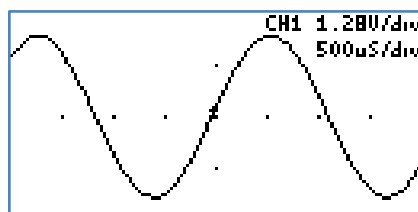

Figure 10: démarrage rapide
- les boutons sont nommés (de gauche à droite) K1 ,K2 , K3 et K4. K4 est le bouton du menu. Maintenez appuyer le bouton K1 ( auto config), l'écran devrait ressembler à la figure 10.Appuyez sur les touches K2 et K3 simultanément pour changer la fréquence échantillonnage